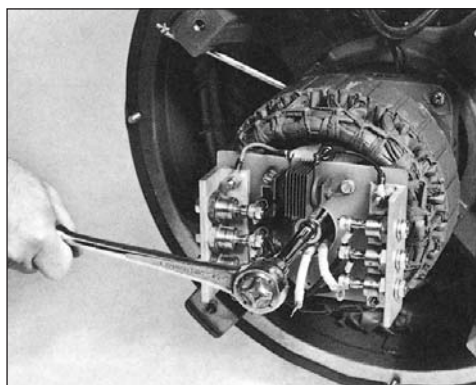

Figura 6-11
2. Retire los tornillos y las rondanas belleville que sostienen la armadura del excitador (rotor) con el eje del generador (figura 6-11).